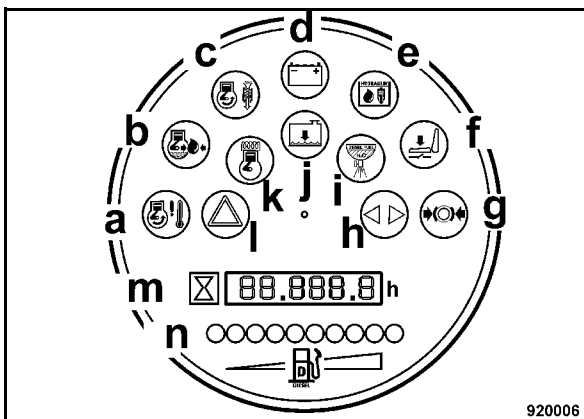

fig. 92
- Vérifier le niveau du carburant à l'indicateur „n“ (fig. 92) avec le contact mis.